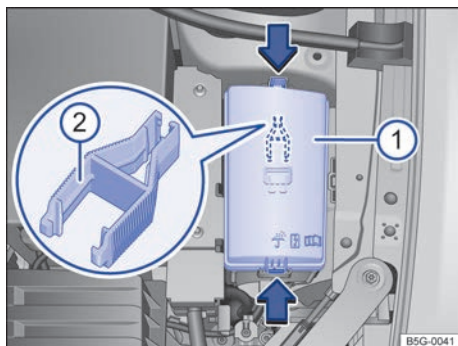

Fig. 170 No compartimento do motor: cobertura da caixa de fusíveis com pinça de plástico.
- Pressionar as travas no sentido da seta → Fig. 170 ①, para destravar a cobertura da caixa de fusíveis.
No lado interno da cobertura da caixa de fusíveis no compartimento do motor pode haver uma pinça de plástico → Fig. 170 ② para a retirada dos fusíveis.